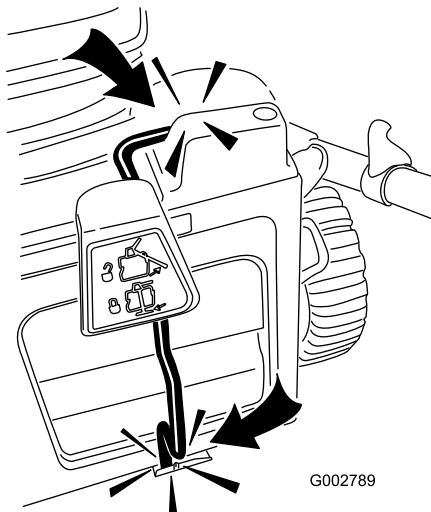

Figura 9
- Asegúrese de que la palanca encaje correctamente tanto en la ranura del interruptor como en el clip de retención de la palanca (Figura 9). **Si no lo hace, ¡su cortacésped no arrancará!**